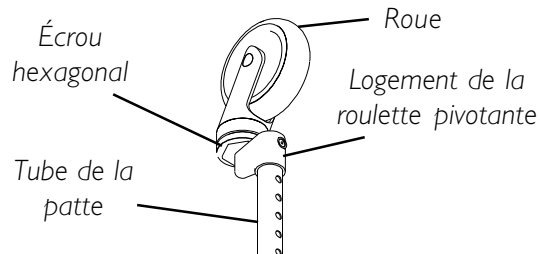

FIGURE 4 - SERRER LES ROULETTES PIVOTANTES
ROULETTES PIVOTANTES - MODÈLES NOS. 6273 ET 6267 (FIGURE 4)
SERRER LES ROULETTES PIVOTANTES (FIGURE 4)
2. Tenir une (1) des attaches de roulette pivotante avec la roue vers le haut tel qu'illustré à la FIGURE 4.